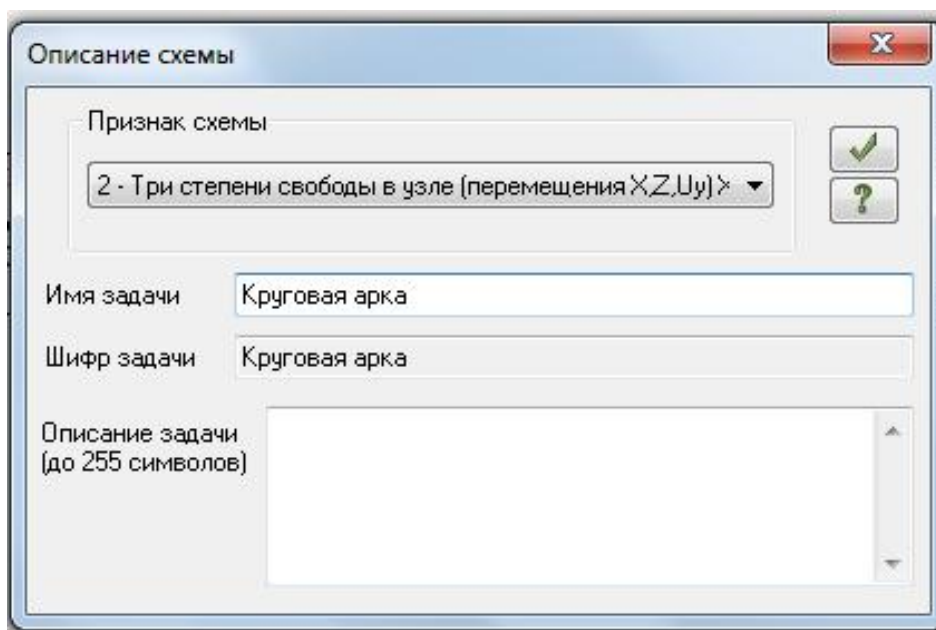

Рис. 2.18. Диалоговое окно Признак схемы
- После этого щелкните по кнопке подтвердить (рис. 2.18).